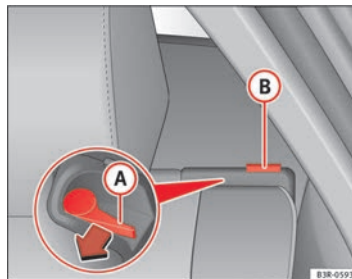

Abb. 118 Entriegelungshebel der Rückenlehne
- Den Entriegelungshebel **A** ⇒ Abb. 118 in Pfeilrichtung bewegen.